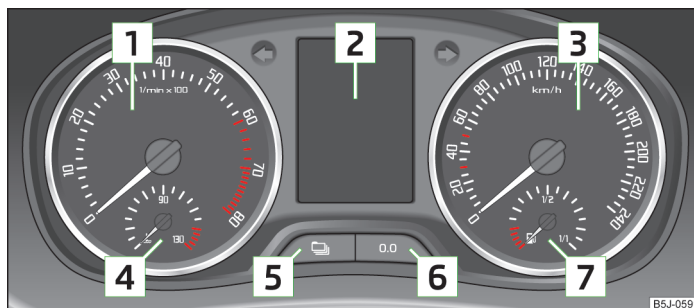

Fig. 2 Panoul de bord
Zona roșie de pe scala turometrului **1** » fig. 2 la pagina 10 marchează domeniul în care unitatea de comandă a motorului începe să limiteze turația motorului. Unitatea de comandă a motorului limitează turația motorului la o valoare limită sigură.
Afișajul temperaturii lichidului de răcire **4** » fig. 2 la pagina 10 funcționează numai când contactul motor este cuplat.
Indicatorul rezervei de combustibil [7] » fig. 2 la pagina 10 funcționează numai când contactul motor este pus.
Resetarea indicațiilor se poate face prin apăsarea tastei [6] » fig. 2 la pagina 10.
Ceasul se reglează de la tastele [5] și [6] » fig. 2 la pagina 10.
► Apăsați din nou tasta [5] » fig. 2 la pagina 10, până când clipește afișarea contorului de kilometraj » pagina 12.